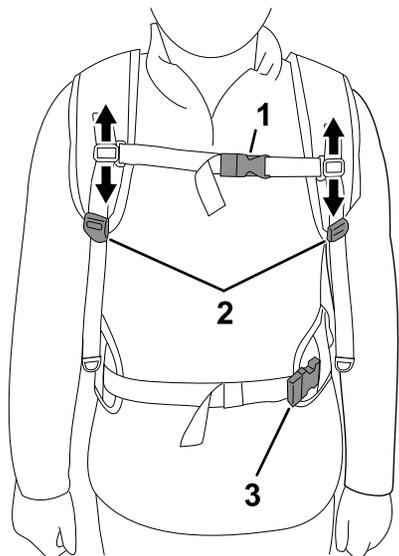

Figure 4
1. Enfilez les bretelles et fermez la boucle de la ceinture ventrale et la boucle de la sangle de poitrine, sans les serrer (Figure 4).